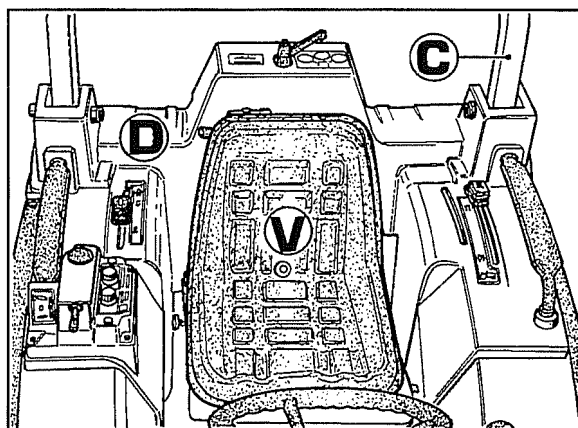

Fig. 29
1. Togliere il sedile **V** fig.29.
- b. Togliere il roll-bar **C** e la scocca in vetro resina **D** fig.29 dopo aver tolto le varie impugnature, maniglie e il supporto comandi sollevatore.